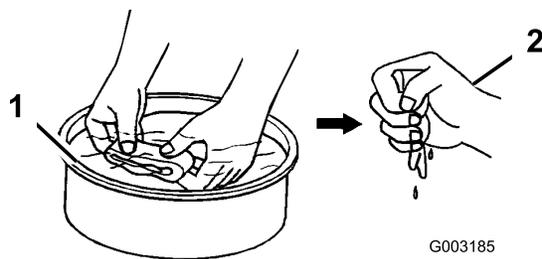

Figure 22
1. Lavez l'élément en mousse dans de l'eau chaude savonneuse ou un solvant ininflammable. Pressez l'élément, sans le tordre, et laissez-le sécher complètement (Figure 22). N'utilisez pas d'essence comme solvant de nettoyage.